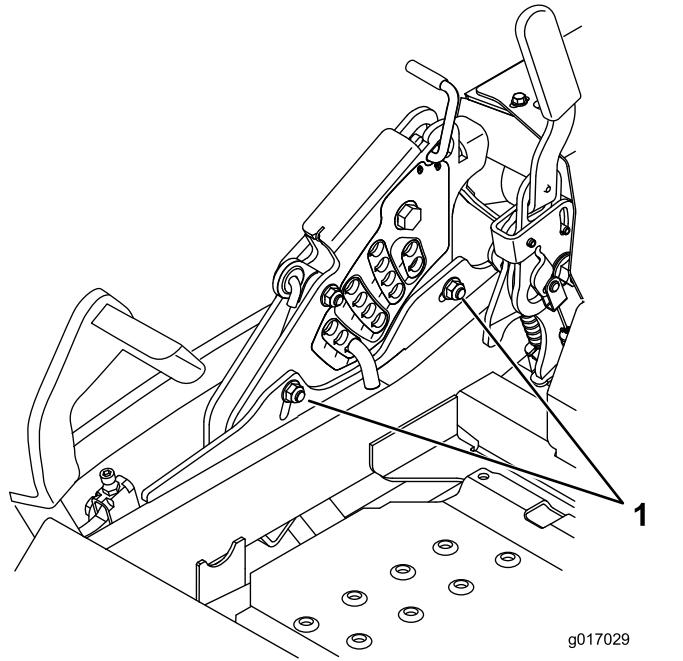

Figura 94
12. Si los acoplamientos de la carcasa delantera no tienen holgura suficiente para lograr la altura de corte precisa, afloje los 2 pernos situados cerca del borde inferior de la pletina de altura de corte para un ajuste de un solo punto (Figura 94).
- Apriete los 2 pernos en el borde inferior de la pletina de altura de corte (Figura 94).